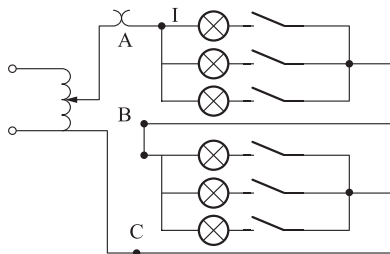

图 2.1.2
4. 选用三相灯泡负载,电流测量插口单元板和实验台上的调压器,按图 2.1.2 接线。从调压器输出 220V 交流电压,改变每组灯泡数,测量灯泡两端电压,并用电流插头测量电流  $I$ 。数据记录在表 2.1.3 中。